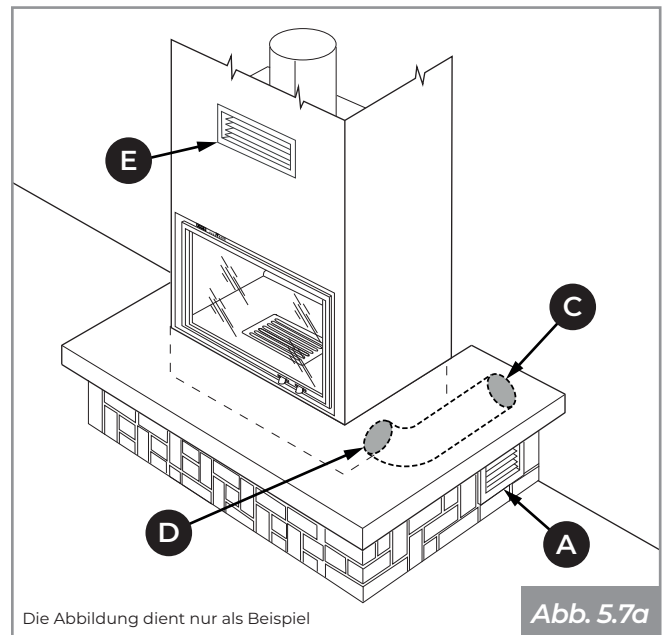

Abb. 5.7a
- **(Abb. 5.7a):** kanalisierter Frischlufteinlass **(C)** bis zur Feuerstätte, mit mitgeliefertem unterem Gitter für Umwälzung der Raumluft **(A)** seitlich in der Verkleidung;